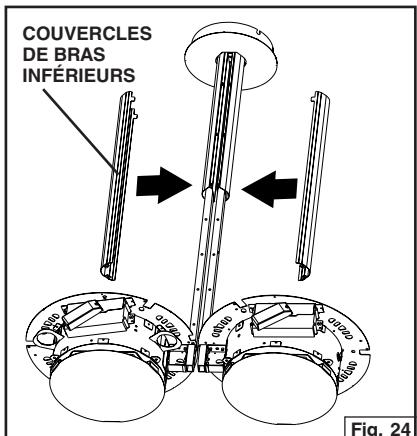
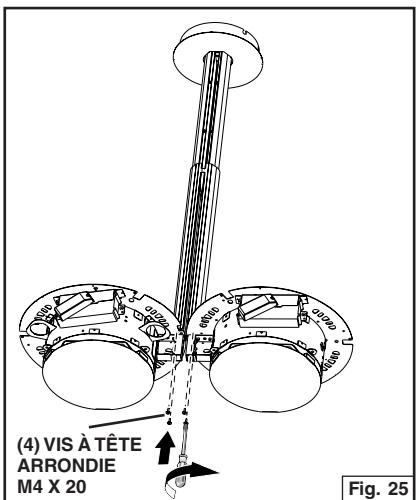

Fig. 24
Fig. 25
- Fixez les couvercles de bras inférieurs à l'aide de (4) vis à tête arrondie M4 x 20. Enlevez la pellicule protectrice. Fig. 24 et Fig. 25.